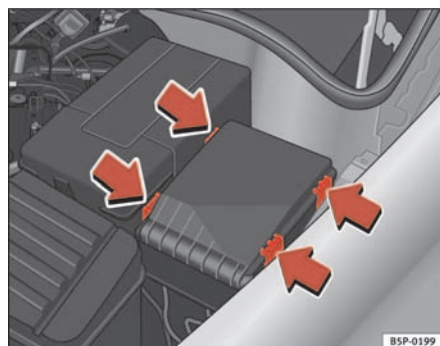

Fig. 172 Tampa da caixa de fusíveis no compartimento do motor
- Desengatar a tampa dos fusíveis do compartimento do motor pelas patilhas, premindo-as na direcção do centro da tampa ⇒ fig. 172.